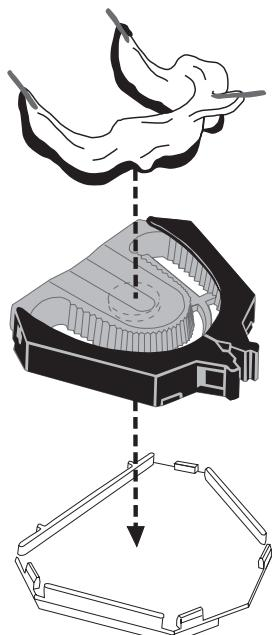

Fig. 1
5. Aliniați cele 3 marcaje de referință ale lingurii de amprentă cu marcajele de pe linia mediană și cele posterioare ale Accu-Trac (Fig. 1).